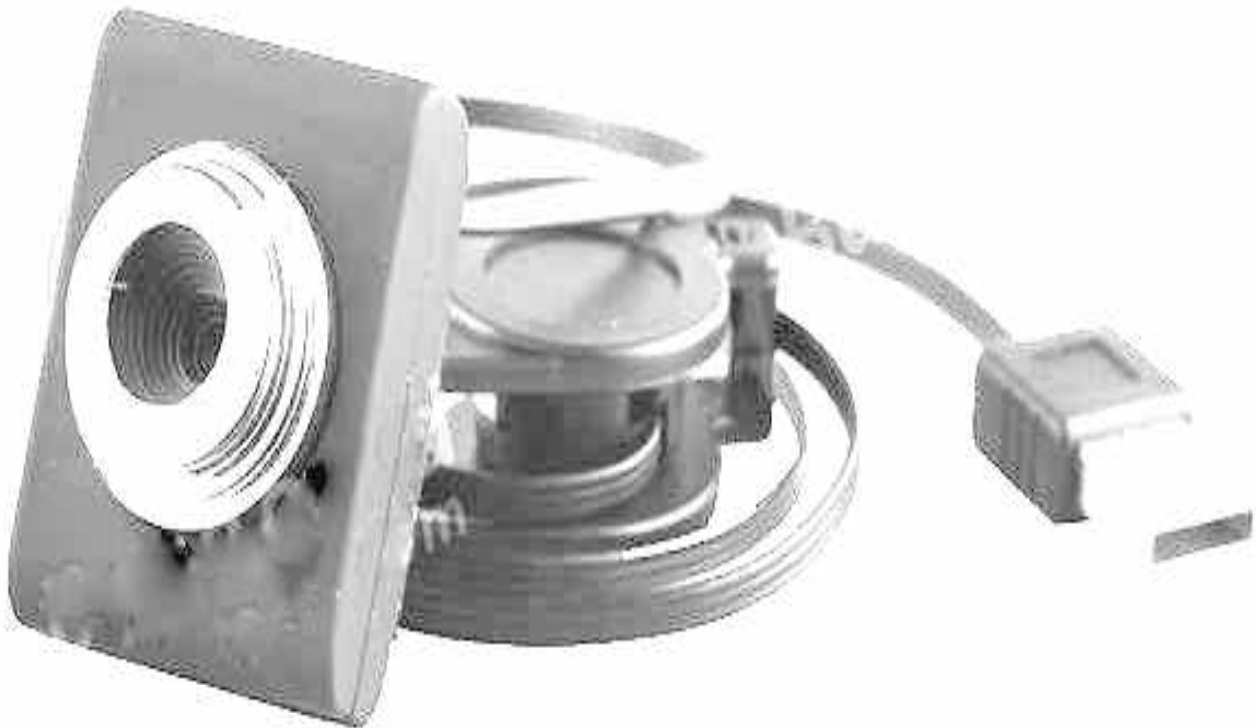

Рис. 5.1
- USB-камера для комп'ютера **Raspberry Pi** (рис. 5.1);